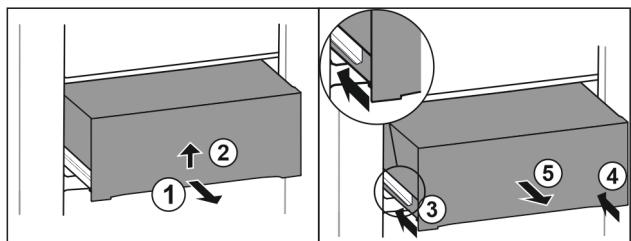

Fig. 35
- Изтеглете чекмеджето наполовина. Fig. 35 (1)
- Повдигнете чекмеджето от долната страна. Fig. 35 (2)
- Вкарайте лявата релса. Fig. 35 (3)
- Вкарайте дясната релса. Fig. 35 (4)
- Извадете чекмеджето напред. Fig. 35 (5)